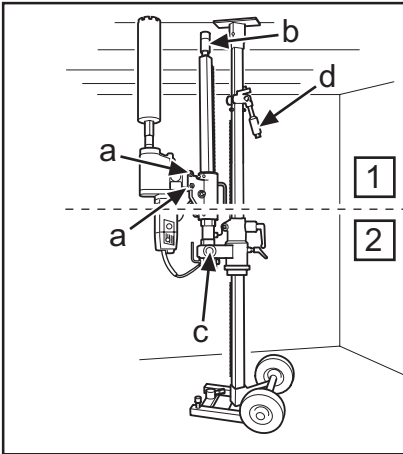

Fig. 16
3. Montar la perforadora en la fijación rápida y apretar los tornillos de fijación (a) (fig. 16) con una llave de 24 mm.
4. Comprobar que el tornillo de puntal (b) en la columna de perforación está enroscado. Levantar la columna de perforación y bloquearla con una tuerca de 30 mm (c) (fig. 16).
3. Monte a perfuradora na fixação rápida da caixa de alimentação, aperte os parafusos de fixação (a) (Fig. 16) com a chave de 24 mm.
4. Verificar se o parafuso de escora (b) na coluna de perfuração está na posição enroscada. Levantar e bloquear a coluna de perfuração com porca de 30 mm (c) (Fig. 16).
3. Fit the drilling machine in the quick-action attachment, tighten the locking screws (a) (Fig. 16) with a 24 mm spanner.
4. Check that the support column screw (b) in the drill column is screwed in. Fold up and lock the drill column with nut 30 mm (c) (Fig. 16).
6. Enroscar el tornillo de puntal en el techo para fijar la columna de perforación y fijarlo con una tuerca de seguridad de 30 mm (a) (fig.16). Utilizar una regla de madera como separador.
6. Enroscar o parafuso de escora contra o teto para fixar a coluna de perfuração, e fixá-lo com a porca de segurança de 30 mm (b) (Fig. 16). Usar um calço de madeira ou similar como separador.
6. Screw in the support column screw against the ceiling to secure the drill column in position, secure with the locking nut 30 mm (b) (Fig.16). Use a wooden batten as packing.